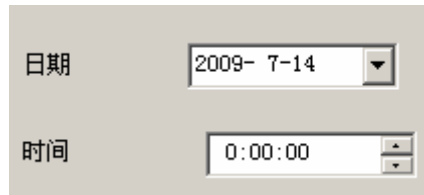

图 3-74 单次触发需设定日期时间
- 单次：设定在某一具体时刻的触发信息，触发有效期只有一次，需设置时间和日期，如图 3-74 所示。在单次触发中，确保设置的触发时间在当前时间之后，如当前时间为 2009/7/13, 10: 00: 00AM，有效的触发时间应该设定在上述时间之后。